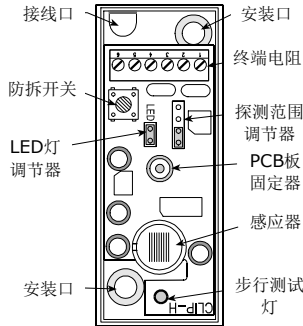
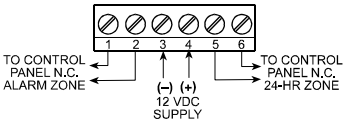
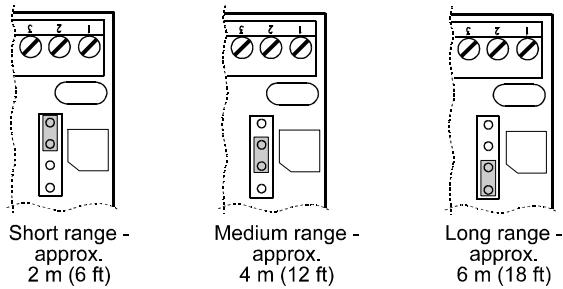

图 9. CLIP-4N内部示意图
图 10. 终端电阻的接线
图 11. 探测范围的跳线设置
- E. 根据覆盖范围选择合适的安装位置与安装高度，通过2个安装口固定带有PCB板的底板（如图9所示）。
对该探测器进行接线时，请利用探测器左上方的接线口（如图9所示）。因为该接线口是有棱角的，根据这种特殊的安装要求，通常采用通过底板后方或底板顶部来进行接线的方式。如图10所示，按照以下顺序来实现接线。：
一个3插口的跳线设置可选择3种不同的探测范围（如图11所示）。若选择相应的探测范围，只需将相关的终端用跳线连接在一起即可（如图9所示）。